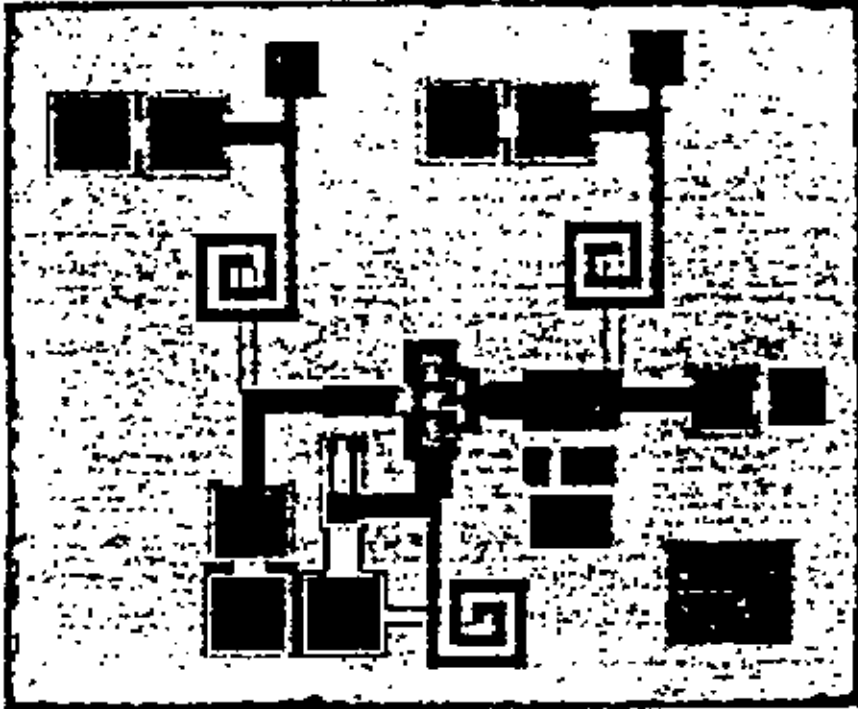
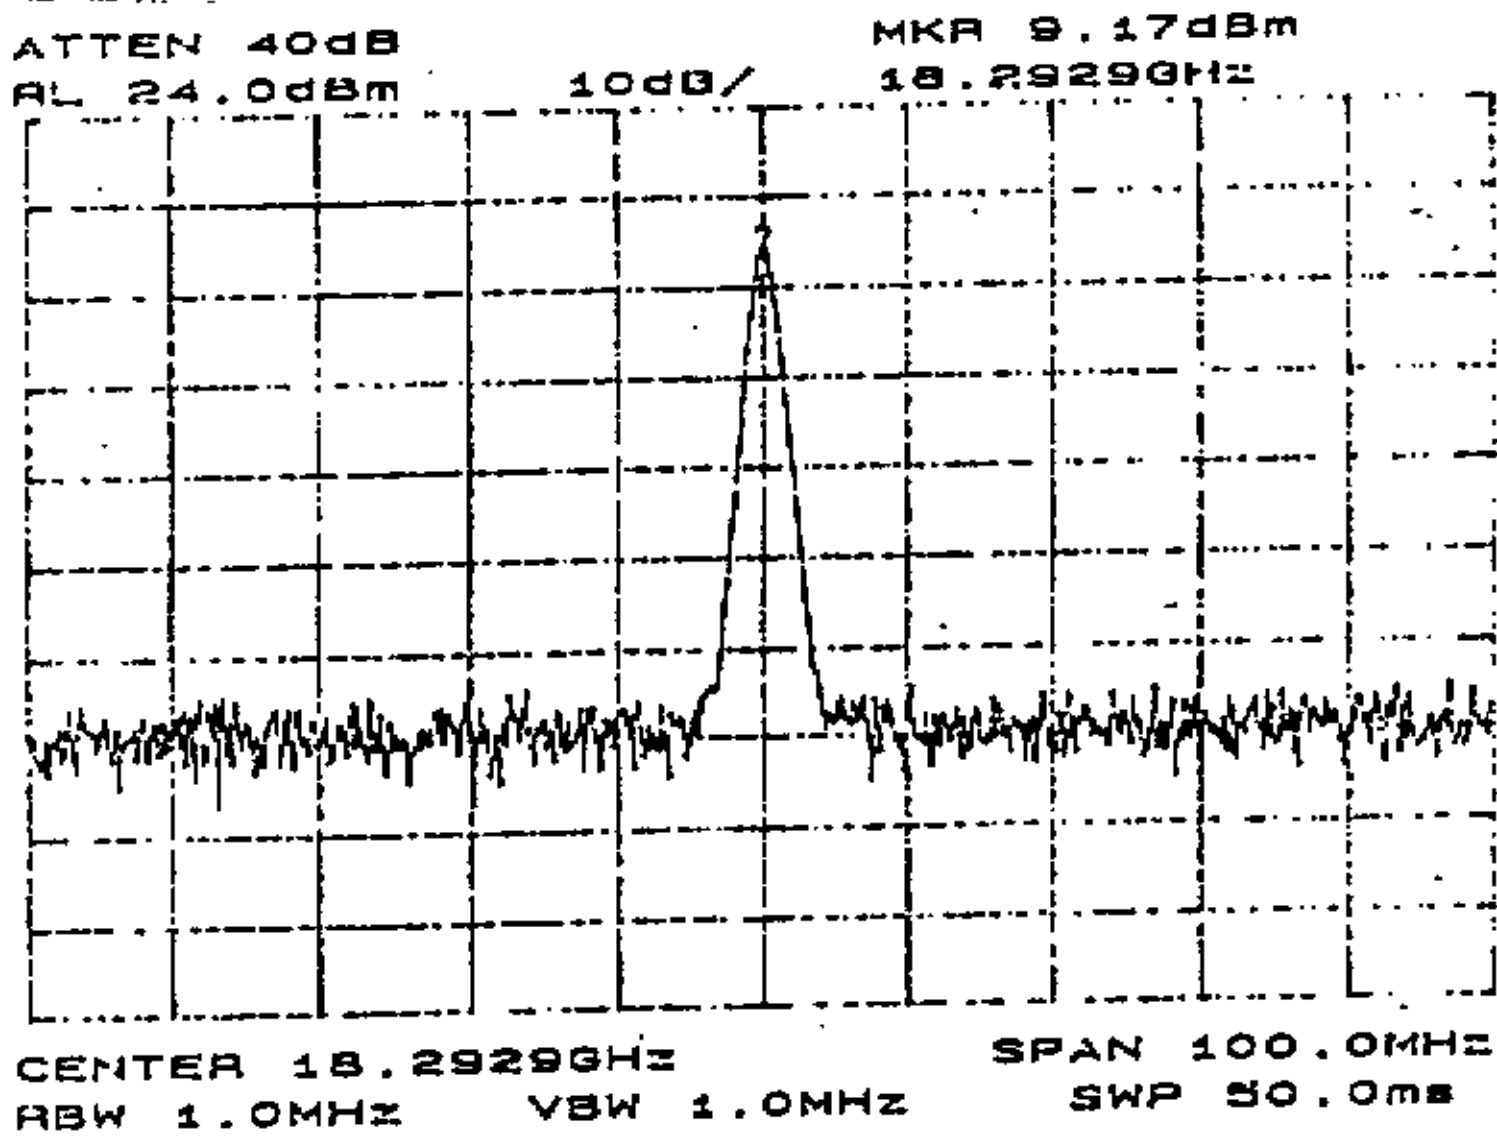

图 4 Ku 波段单片振荡器照片
图 5 Ku 波段单片振荡器频谱测试结果
1、Ku 波段单片振荡器芯片 (照片见图 4) 面积 1.2 \times 0.9 mm²。在 18.29GHz 输出功率达 9.17dBm, 其频谱测试结果见图 5。